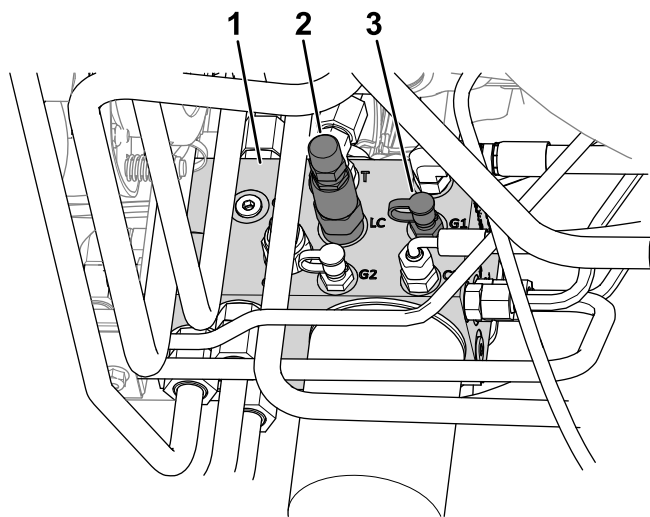

Рисунок 21
4. Подсоедините манометр к контрольному отверстию (с маркировкой G1; см. Рисунок 21).
5. В боковой части гидравлического коллектора подъема снимите крышку с контрольного отверстия (с маркировкой G1; см. Рисунок 21).
6. Ослабьте контргайку на конце золотника переноса массы (с маркировкой LC; см. Рисунок 21).